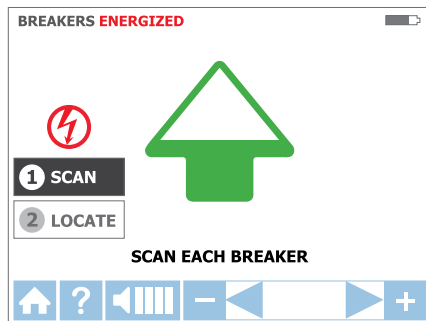

Figura 3.3b
Paso 1 - ❶ LECTURA:
1. La unidad se iniciará automáticamente en modo ❶ SCAN (LECTURA) como se muestra en la Figura 3.3b.